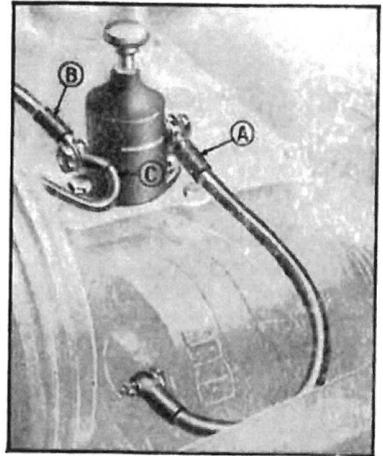

*Fig. 350.*
- 2—Repérer et débrancher les câbles électriques du conjoncteur-disjoncteur (*fig. 350*).